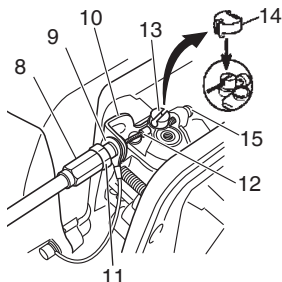

Fig. 6
Connectez l'extrémité du câble d'accélérateur (12) au pivot (13) du carburateur et installez le capuchon rotatif (14) (le cas échéant) qui se trouve dans la trousse à outils sur le pivot (13). (Fig. 6)